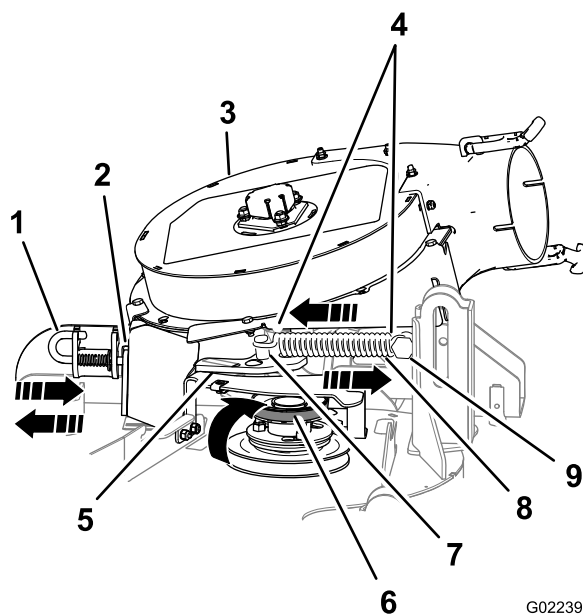

Figura 9
1. Allontanate la puleggia tendicinghia a molla dal supporto a molla fisso e rimuovete la cinghia dalla puleggia tendicinghia (Figura 9).
2. Spostate la staffa orientabile tendicinghia verso il supporto a molla fisso. Togliete il gancio della molla dal supporto a molla del tendicinghia (Figura 9),
5. Portate il perno di bloccaggio del soffiatore in posizione di apertura e spostate il soffiatore all'esterno (Figura 9).
3. Aprite il perno di bloccaggio del soffiatore, chiudete il soffiatore sulla scocca e fissate il perno di bloccaggio alla staffa del condotto (Figura 9).
6. Spostate la puleggia tendicinghia/di tensionamento verso il supporto a molla fisso e installate la molla allineando il relativo gancio al supporto a molla del tendicinghia (Figura 9).